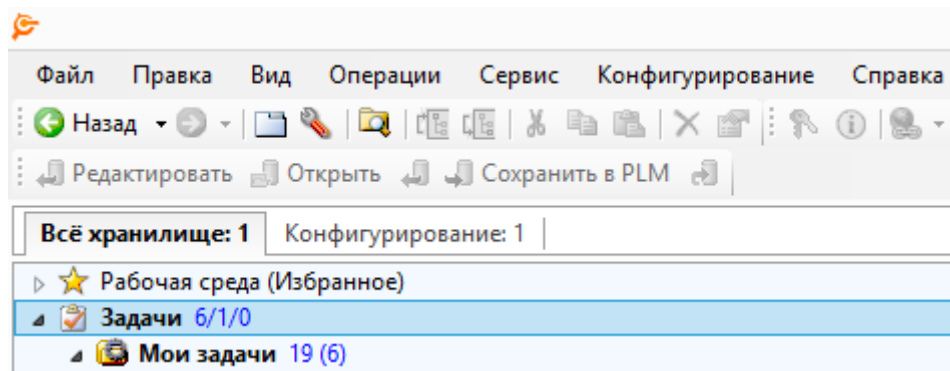

Рисунок 225 — Задачи в папках исполнителей
- все задачи пользователя попадают в папку «Задачи», подпапку «Мои задачи». В дереве системы это выглядит, например так , как показано ниже (Рисунок 225);